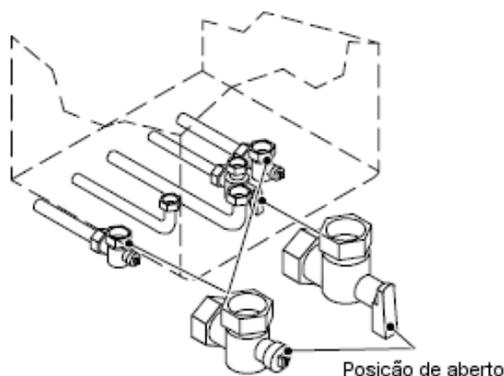

Fig. 6.1
5. Abrir os passadores, fig. 6.1.